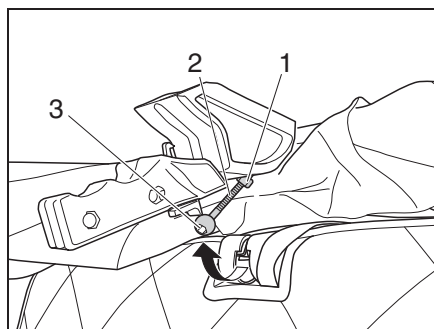

Fig. 44 Bloccaggio tetto sollevabile
- Ruotare il bullone (Fig. 44,2) fuori dalla presa di bloccaggio.
- Svitare la vite a testa esagonale (Fig. 44,1).
- Serrare il bullone con una chiave a brugola in corrispondenza dell'esagono incassato (Fig. 44,3).
- Serrare la vite a testa esagonale (Fig. 44,1) e ruotare il bullone (Fig. 44,2) nella presa di bloccaggio.